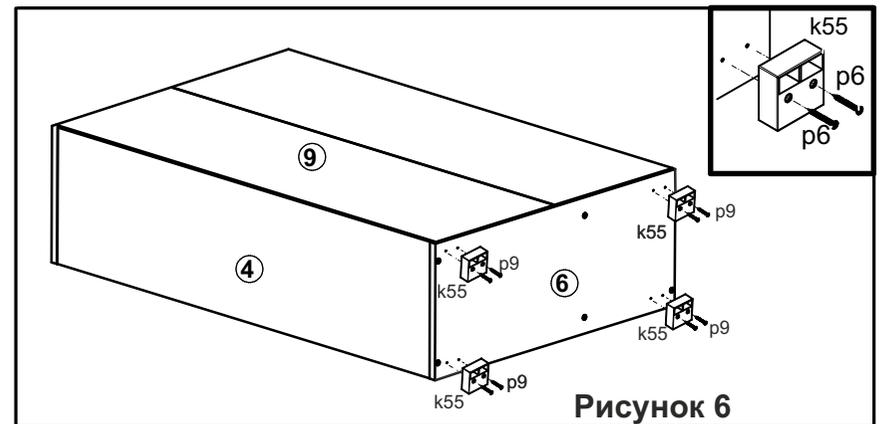

Рисунок 6
10. В отверстия **Ø3x4 мм** (кернения) шурупами **p9** на щите нижнем **6** закрепить опоры полимерные **k55** (см. рис. 6).